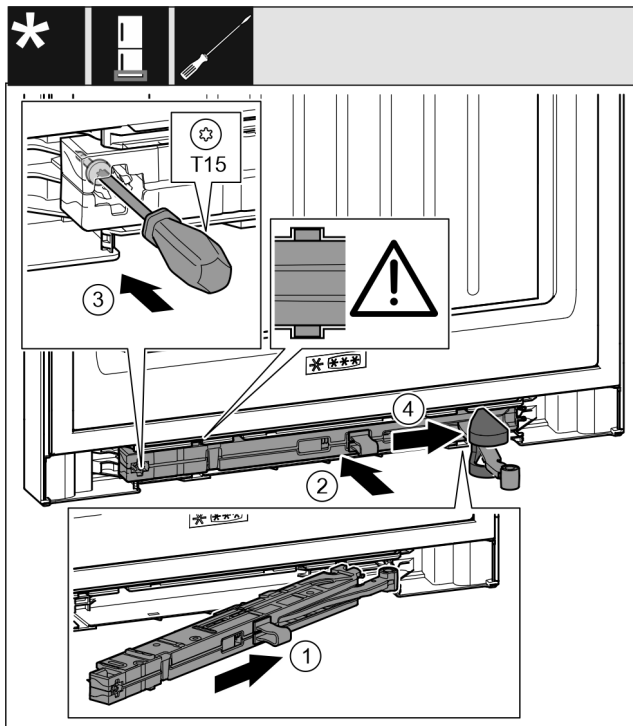

Fig. 46
- ▶ Pe partea suportului de lagăr împingeți înclinat unitatea amortizorului de închidere până la opritor în degajare. Fig. 46 (1)
- ▶ Împingeți unitatea amortizorului de închidere complet în degajare. Fig. 46 (2)
- ▶ Înșurubați ferm șurubul cu o șurubelniță T15. Fig. 46 (3)
- ▶ Împingeți capacul peste articulație. Fig. 46 (4)